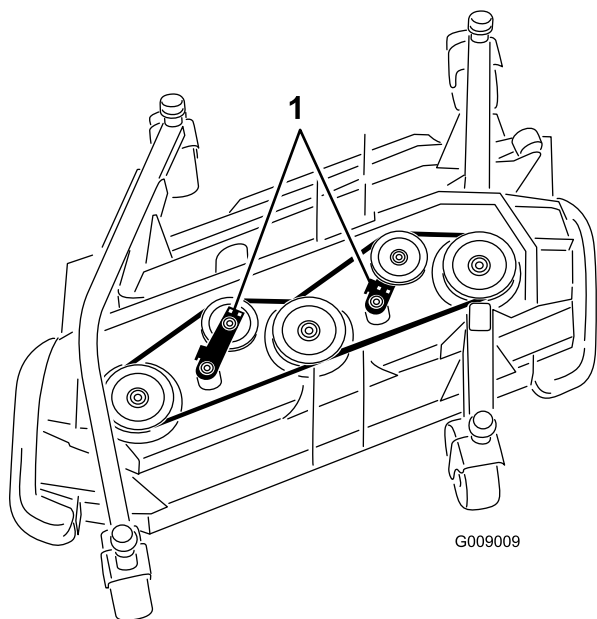

図 127
5. ラチェットレンチのようなものを使って、アイドルプーリを駆動ベルトから離してベルトの張りをなくし、プーリからベルトを外す 図 127。